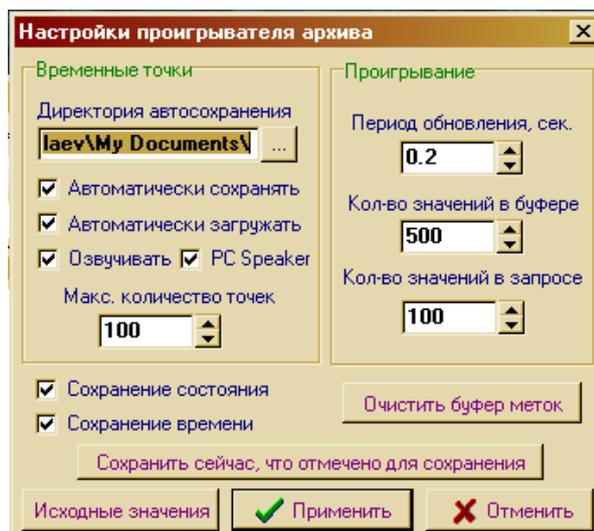

Рисунок 63 - Окно настроек
**Настройки** – вызов окна настройки Проигрывателя (Рисунок 63).